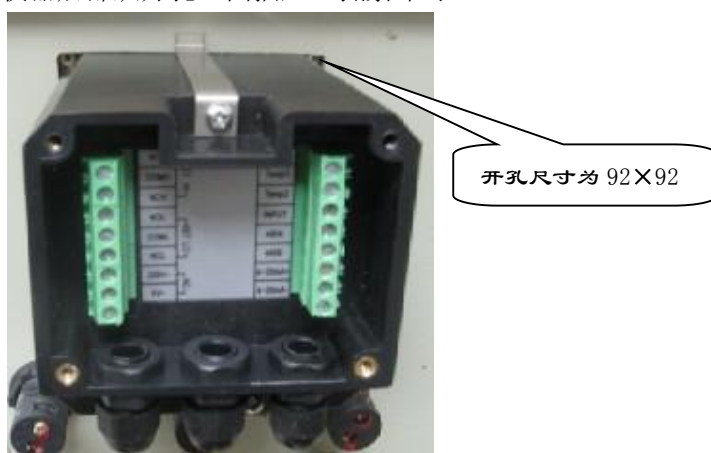

图 1
1. 在任何一块厚度为 1/16 英寸 (1.5mm) 至 3/8 英寸 (9.5mm) 的面板上，开出一个矩形切口。开孔尺寸为  $92 \times 92$  (参见图 1，后视图)。